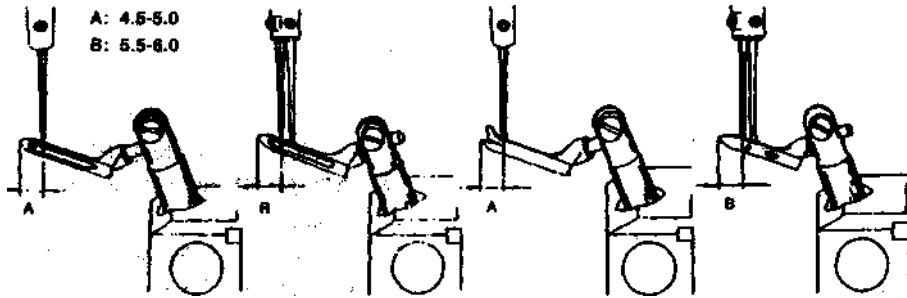

Рис.13
- Немного ослабьте винт (1) приводного рычага иглодержателя.
- Поверните ручную маховое колесо так, чтобы убедиться в том, что обе иглы центрированы по соответствующим центрам отверстия для иглы в игольной пластине. Если это не так, то ослабьте винт (2) и отрегулируйте положение иглодержателя соответствующим образом.
- Затяните винт (1).
2. Верхний петлитель (расширитель) и игла (Рис. 13)